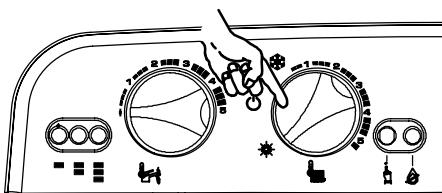

Fig. 8.7 Tablero de mandos
- 18 Para devolver a la caldera a su funcionamiento habitual, poner el conmutador de función como en **Fig. 8.7**. En cualquier caso, la caldera vuelve a su funcionamiento habitual después de 10 minutos.